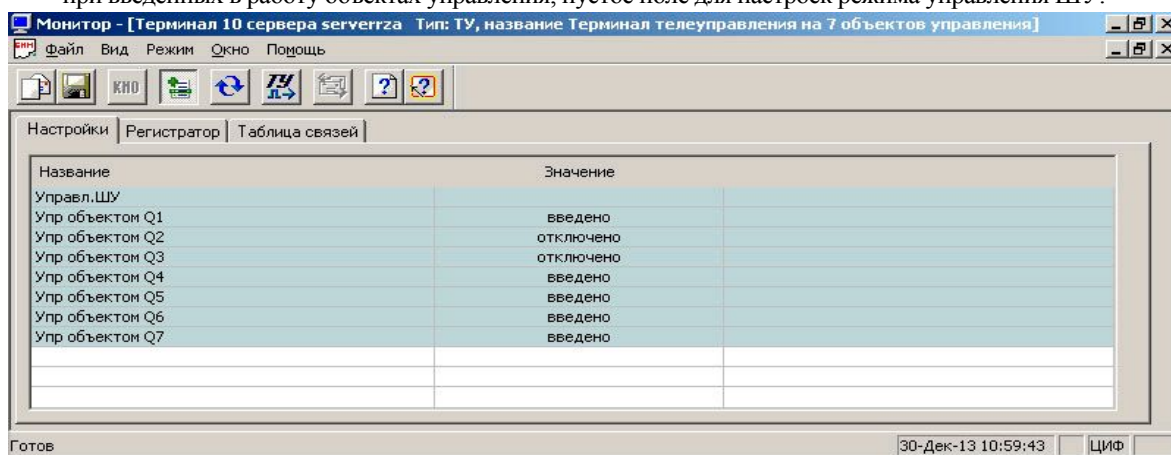

Рис. 13 Страница «Настройки»
- На странице «Настройки» приведена таблица защит и режимов, которая имеет два поля (рис. 13):